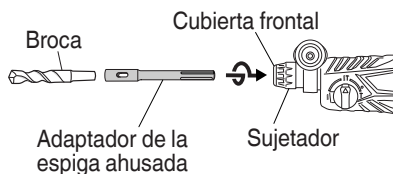

Fig. 16
- (1) Montar el adaptador de la espiga ahusada en el martillo perforador. (Fig. 16)
(2) Montar la broca (espiga ahusada) en el adaptador de la espiga ahusada. (Fig. 16)
(3) Poner el interruptor en la posición de encendido (ON), y taladrar un agujero de la profundidad especificada.